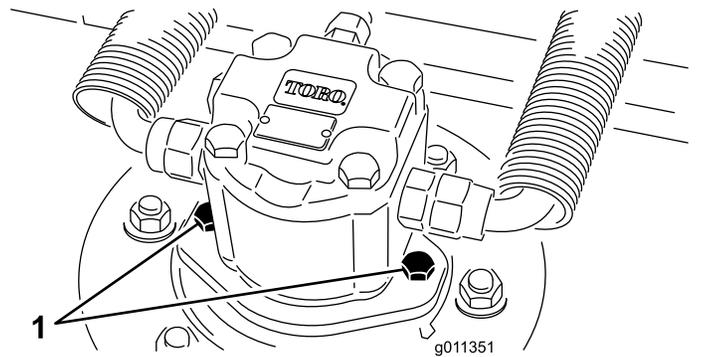

图 12
2. 从滚刀组中断开并取出液压马达图 12。盖住铰轴的顶部防止污染。